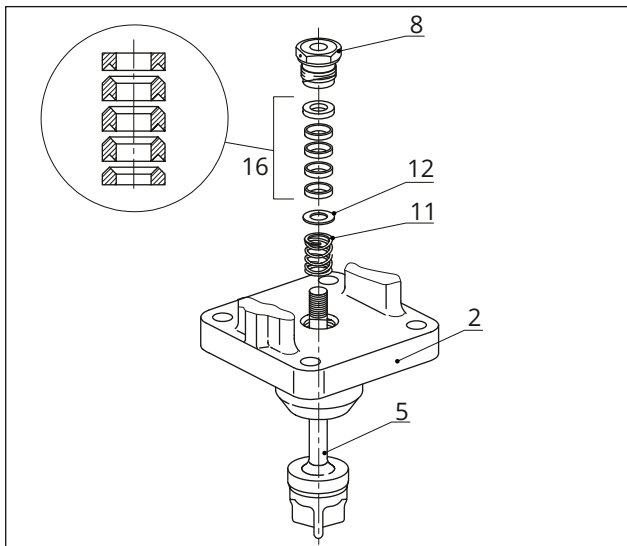

Fig. 30: Pacco premistoppa standard
10. Riporre la flangia (2) sull'alloggiamento.
11. Con un attrezzo idoneo infilare con cautela i componenti del premistoppa attraverso l'asta dell'otturatore nell'area del premistoppa. Per il posizionamento corretto, vedere Fig. 30.
12. Premere l'otturatore (5) stretto nel seggio (4). Fissare la flangia (2) con i dadi dell'alloggiamento (14). Serrare gradualmente a croce i dadi del corpo. Rispettare le coppie di serraggio.
13. Avvitare e stringere la boccola filettata (8). Rispettare le coppie di serraggio.
14. Avvitare il controdado (10) e il dado del raccordo (9) sull'asta dell'otturatore senza stringerli.
9. Con un attrezzo idoneo, infilare i componenti del premistoppa attraverso la prolunga dell'asta dell'otturatore nell'area del premistoppa. Per il posizionamento corretto, vedere Fig. 30.
10. Fissare la parte superiore della valvola con viti (32) e dadi (33). Rispettare le coppie di serraggio.
11. Avvitare e stringere la boccola filettata (8). Rispettare le coppie di serraggio.
12. Avvitare il controdado (10) e il dado del raccordo (9) sull'asta dell'otturatore senza stringerli.